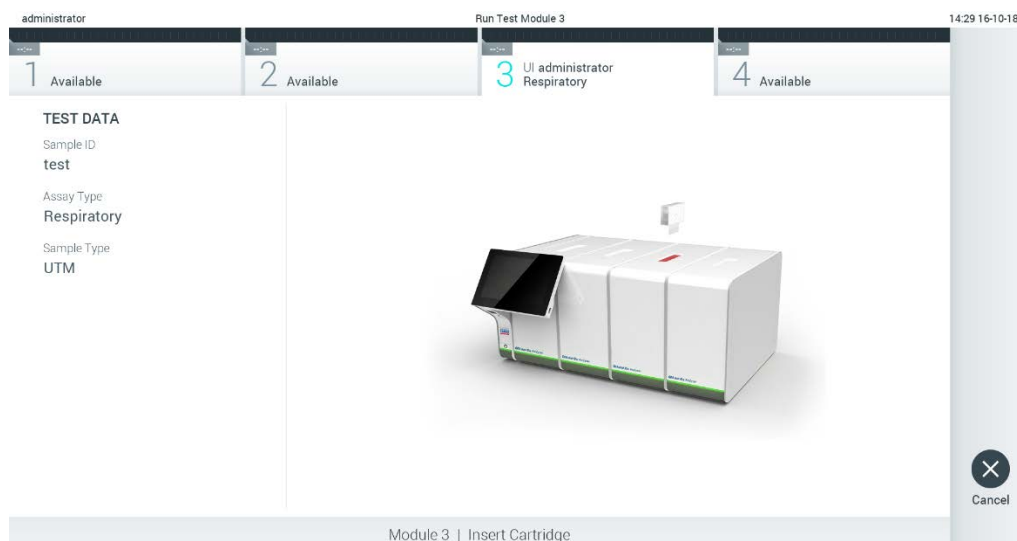

Figura 27. Introducerea cartușului de test QIAstat-Dx în QIAstat-Dx Analyzer 1.0.
7. Asigurați-vă că ambele capace ale probelor aferente orificiului pentru tampon și orificiului principal din cartușul de test QIAstat-Dx sunt bine închise. Atunci când se deschide automat orificiul de introducere a cartușului, din partea de sus a QIAstat-Dx Analyzer 1.0, introduceți cartușul de test QIAstat-Dx cu codul de bare îndreptat către stânga și cu camerele de reacție orientate în jos (Figura 27).